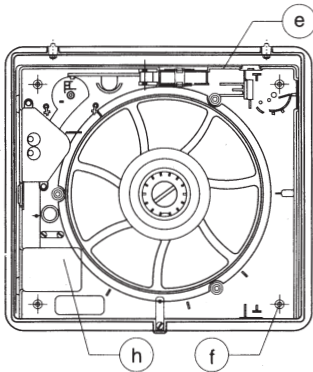

Fig. 5
- Fig.5- Si nécessaire, ajuster la longueur de dépassement des crochets en dévissant l'écrou (i) de serrage et en les faisant coulisser pour que la grille plaque correctement contre le mur.